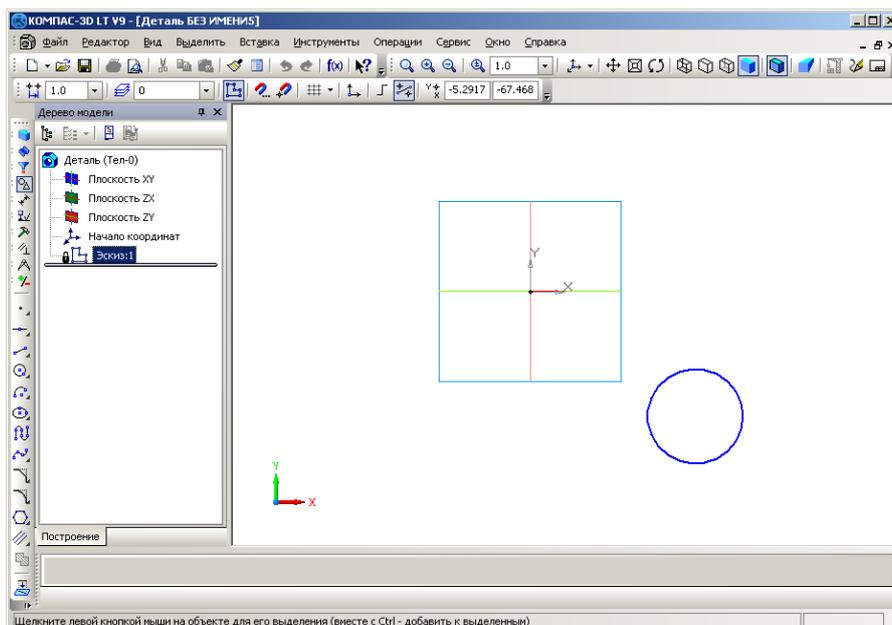

Рис. 4.1. Эскиз-сечение Окружность во **Фронтальной** плоскости.
1.8. Щелкните левой кнопкой мыши в рабочем поле – это центр окружности, затем переместите курсор в сторону и щелкните еще раз – это точка, через которую должна проходить окружность (рис. 4.1).